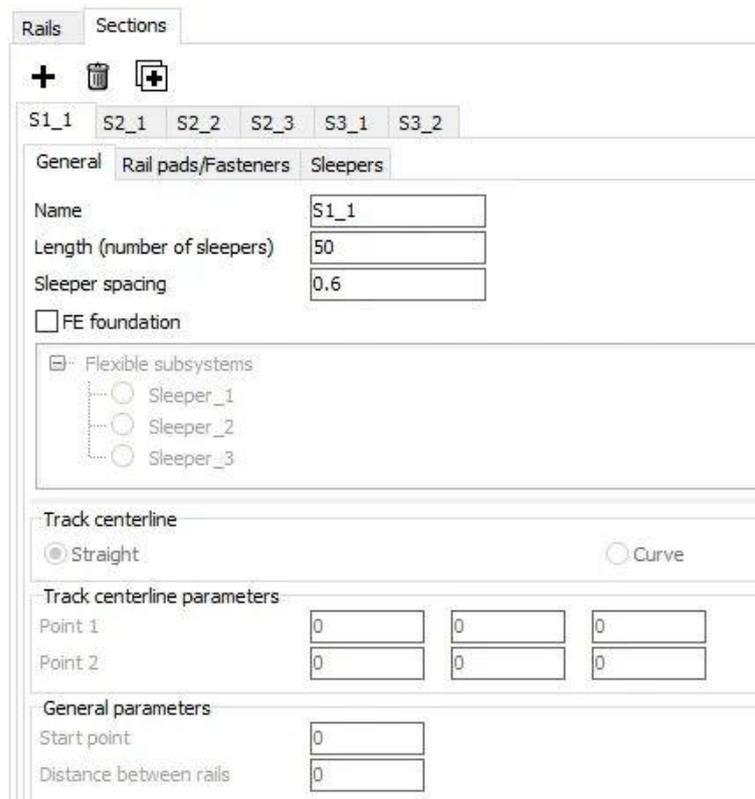

图 062-7
5、UM Simulation 中柔性轨道的分段设置如图 062-7。